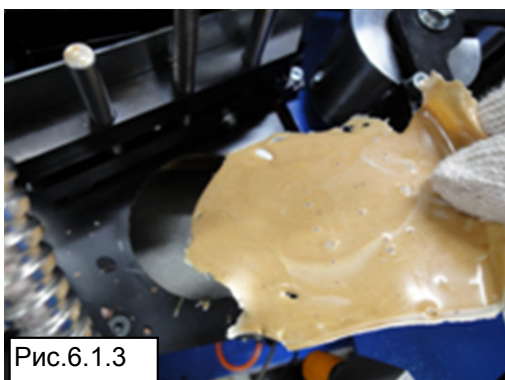

Рис. 6.1.3
6. Подождите, пока клеевая ванна полностью остынет, и уберите все остатки клея (Рис. 6.1.3).